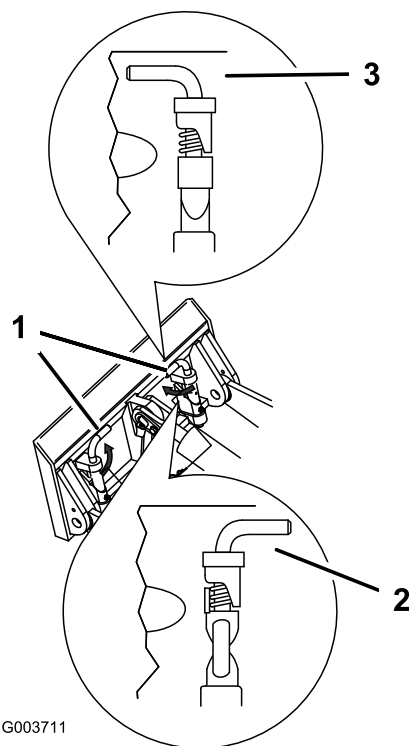

Рисунок 16
7. Закрепите быстроустанавливаемые штифты, убедившись, что они полностью вошли в монтажную пластину (Рисунок 16).